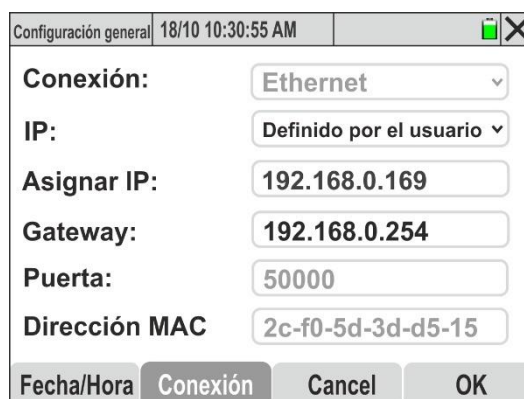

Fig. 16: Configuración de comunicación a través de red Ethernet – Modo Def. por usuario
10. Si desea definir manualmente los parámetros de conexión de la red LAN, seleccione la opción "**Definido por el usuario**" en el campo IP, como se muestra en la Fig. 16
17. Seleccione la opción “**Red**”, rellene la dirección IP del dispositivo anteriormente definido (vea la Fig. 16) y confirme con “**OK**”